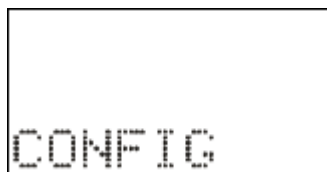

Figura 3.3: Sinalização do menu CONFIG.
c) pressionar a tecla  para acessar os menus principais de programação. O relé sinaliza entrada no menu principal CONFIG como mostrado na figura 3.3.